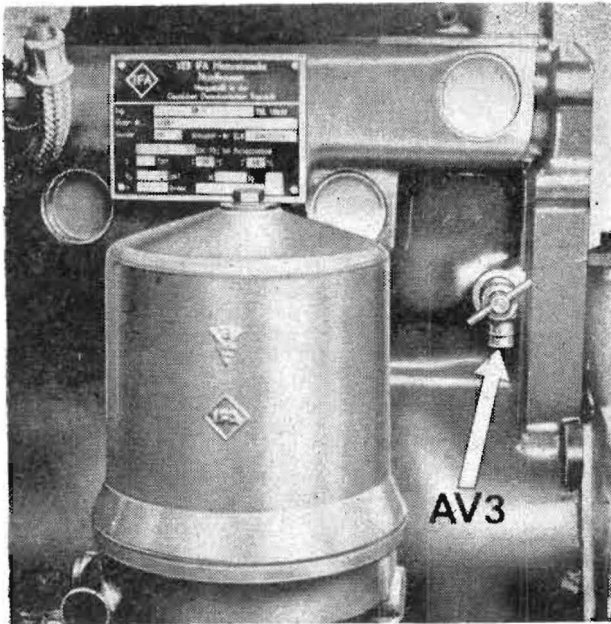

Bild 6/58
Der Luftfiltereinsatz kann nach dem Lösen von 4 Schnappverschlüssen (VS) und Öffnen des seitlich angeordneten Deckels (DE) aus dem Gehäuse genommen werden (Bild 6/32).